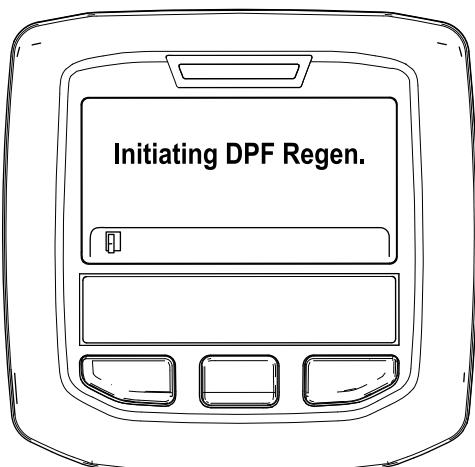

Figura 38
- Aparece el mensaje “Iniciando regeneración del FPD” (Figura 38).